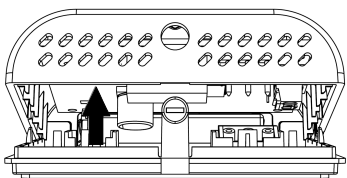

Fig. 5
- 3 Ruotare la calotta esercitando una leggera pressione fino ad estrarla completamente (Fig. 5).